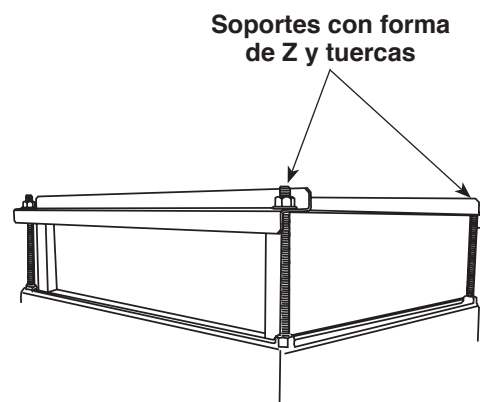

Figura 21
1. Quite la tuerca de cada esquina del filtro HEPA. Consulte la Figura 21.